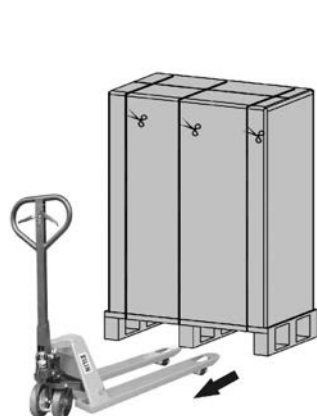

Fig. 4.
- Pour déballer un équipement suivre la séquence des figures 4 à 6 (coupez les feuilards de l'enveloppant en carton et retirez-le par en haut comme un couvercle ou bien démontez-le avec les outils nécessaires si l'enveloppant est en bois ; retirez les cantonnières et la housse en plastic. L'ONDULEUR restera nu sur la palette.
- ❑ Pour déballer un équipement suivre la séquence des figures 4 à 6 (coupez les feuillards de l'enveloppant en carton et retirez-le par en haut comme un couvercle ou bien démontez-le avec les outils nécessaires si l'enveloppant est en bois ; retirez les cantonnières et la housse en plastic. L'ONDULEUR restera nu sur la palette.